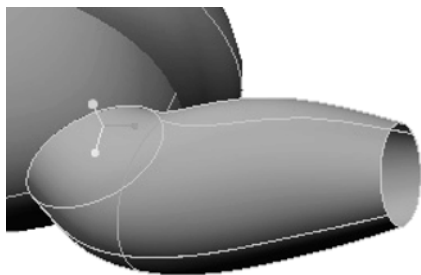
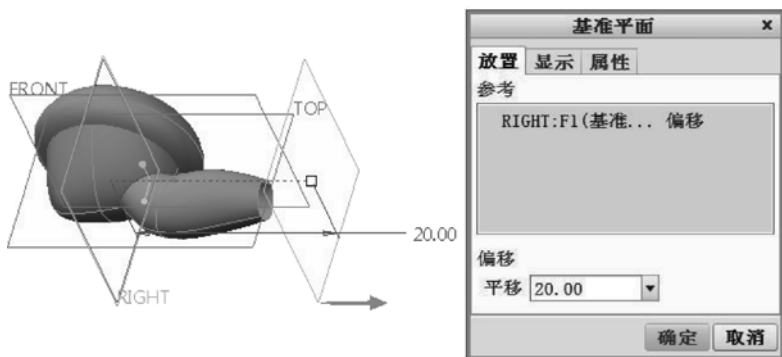

图 13-133 创建边界混合曲面 2
图 13-134 创建基准平面 DTM2
④ 在“边界混合”选项卡中单击“完成”按钮, 创建的该边界混合曲面如图 13-133 所示。
① 单击“草绘”按钮, 弹出“草绘”对话框。
② 单击“平面”按钮, 弹出“基准平面”对话框。选择“RIGHT (基准平面)”作为偏移参照，接着输入指定方向的平移距离为“20”，如图 13-134 所示，然后单击“确定”